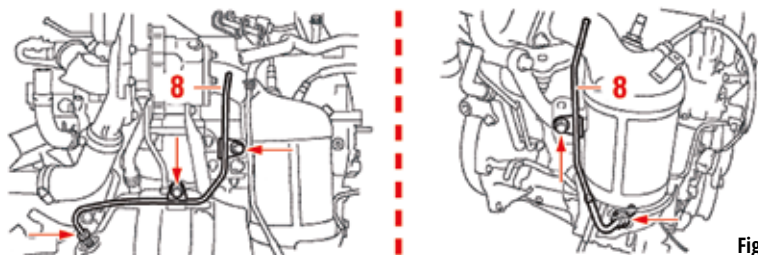

Fig. 36
- Suelte los conductos de la toma de presión **(8)** (Fig. 36).